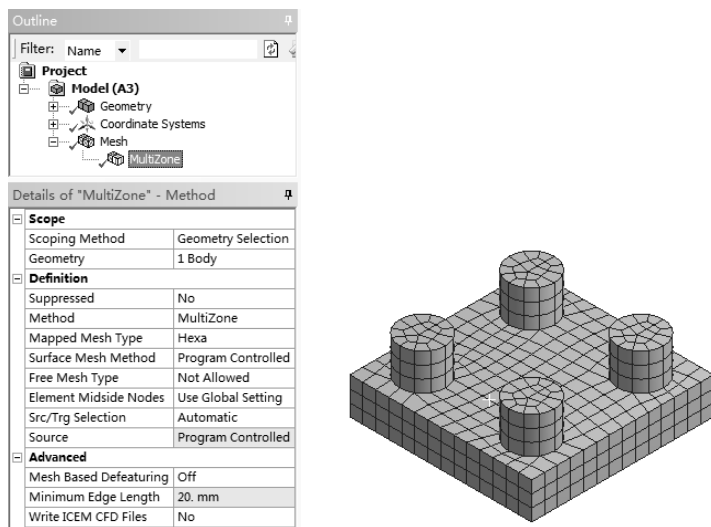

图 3-105 划分后的网格
3) 在【Definition】选项组中的【Method】下拉列表中选择【MultiZone】, 单击【Mesh】工具栏上的【Mesh】|【Generate Mesh】命令, 系统完成网格划分, 如图 3-105 所示。